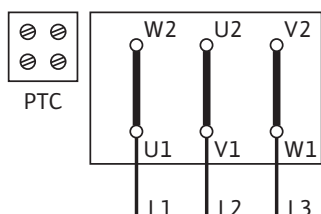

Fig. 45: Pornire Y-Δ (standard)
Schema de racordare pentru racordul electric se află în cutia de borne (consultați, de asemenea, Fig. 45/46).
- Alimentarea electrică la placa de borne depinde de puterea motorului  $P_2$ , de alimentarea electrică și de tipul de conexiune. Comutarea necesară a punților de legătură în cutia de borne poate fi preluată din lista următoare „Tab. 4: Configurarea bornelor de conectare” la pag. 19 precum și din Fig. 45/46.
Pornire Y-Δ (standard)	Îndepărtați punțile de legătură (Fig. 45)